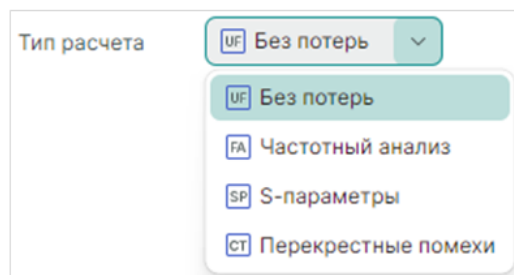

Рис. 47 Выбор типа расчета
4. Выбор типа расчета, см. Рис. 47: